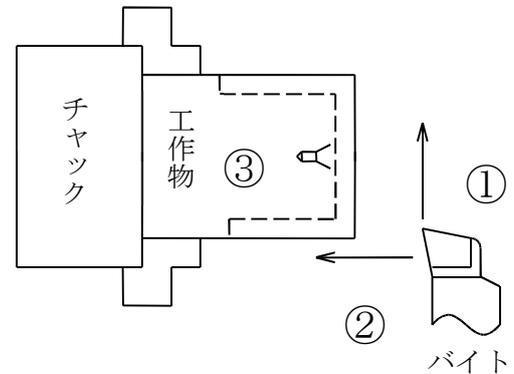

図 7.4
① 工作物の端面加工
右勝手片刃バイトを使用し、横送りにて端面加工を行う。[図 7.4 ①]
② 工作物の外径加工
[図 7.4 ②]
③ 工作物のセンター穴加工
[図 7.4 ③]
④ 工作物のきりもみ加工